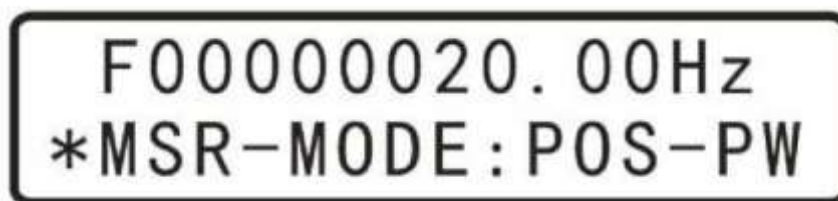

Рис. 2-13
(1) Находясь в основном меню, нажимайте  или  до тех пор, пока не появится опция **MSR-MODE:**, как показано на Рис. 2-13, затем нажмите , чтобы "*" перешла на вторую строку, затем нажмите  для выбора измеряемого параметра: **FREQ.** (Частота), **COUNTR** (Счетчик импульсов), **POS-PW** (длительность положительного импульса), **NEG-PW** (длительность отрицательного импульса), **PERIOD** (Период), **DUTY** (Скважность).